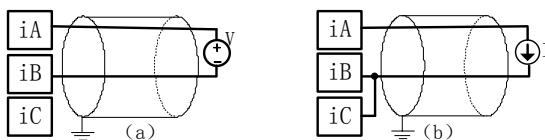

图 4-2-12 电压型和电流型有源输入接线方法
(3) 电压/电流输入: AI 前端支持电压和电流兼容输入。电压和电流型输入可以同时接入不同通道的 AI 前端。在接入电压信号时, 电压信号的正极接 iA 端子, 负极接 iB 端子。如图 4-2-12 (a) 所示。在接入电流信号时, 电流信号的正极接 iA 端子, 负极接 iB 和 iC 端子。如图 4-2-12 (b) 所示。